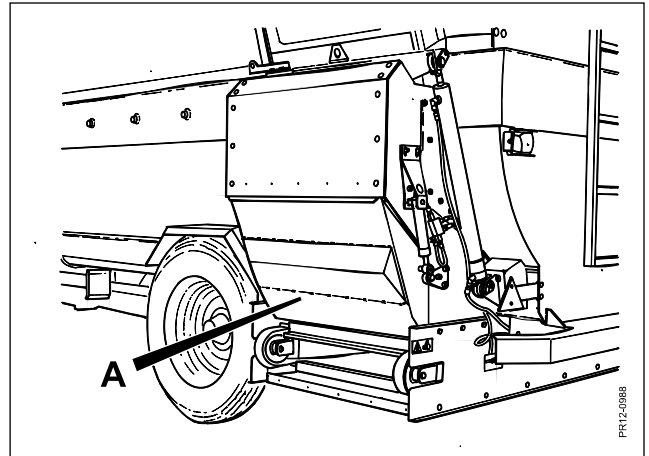

Fig. 5.21
- Fig 5.21** Vippeklappen skal være lukket.